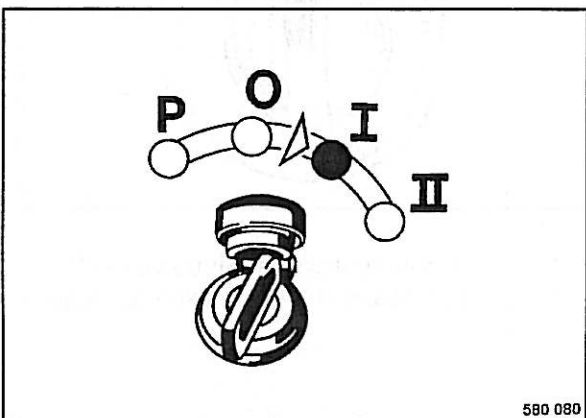

Fig. 33
- Girar la llave de encendido (Fig. 33) a posición „I“.